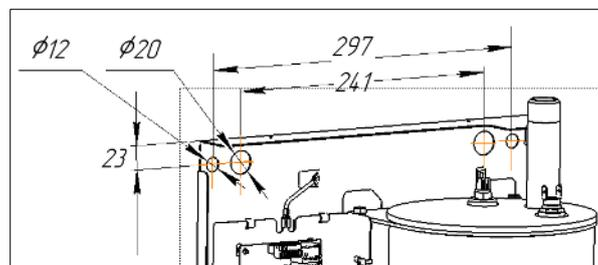

Рисунок 4. Присоединительные размеры для крепления прибора
(1) Проверьте прочность стены (вертикального основания) на которую планируется установка прибора. При необходимости выполните усиление стены. Выполните разметку отверстий в стене под крепление прибора, размеры для крепления приведены на рис.4.
(2) Просверлите отверстия в основании, на которые планируется крепить прибор. Присоединительные размеры для крепления прибора приведены на рис.4